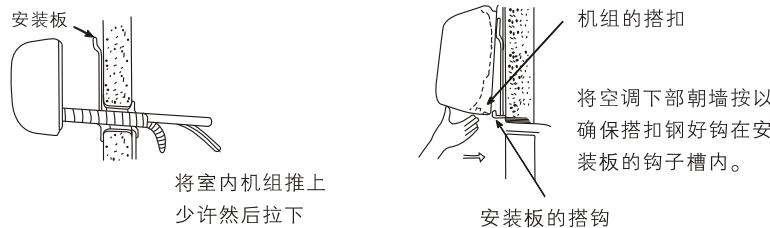

图19
- (2) 如图19所示将室内机组钩上安装板。
(3) 把室内机组的搭扣钩在安装板上。